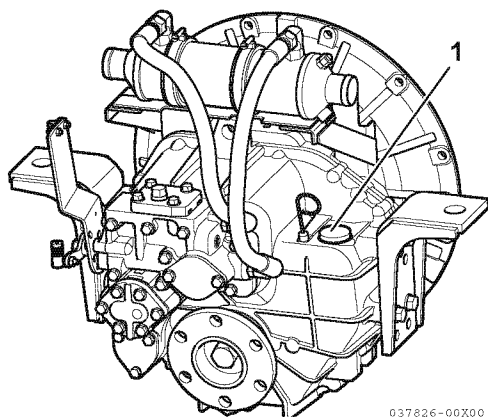

Figura 1
*Nota: Antes de operar el inversor reductor marino por primera vez, asegúrese de quitar el tapón que cubre el respirador (1, **Figura 1**). Si el respirador está cubierto, la presión del inversor reductor marino puede exceder el nivel de operación permitido durante la operación. Esto ocasionará que el aceite se salga por el sello.*